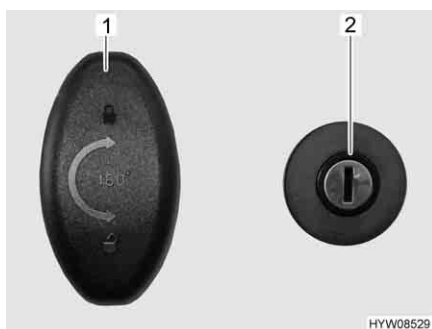

Fig. 50 Serratura della porta (porta del garage)
- Apertura:** ■ Inserire la chiave nel cilindro della serratura (Fig. 50,2) e ruotare in senso orario. La chiusura centralizzata è sbloccata.
- Girare la maniglia della serratura (Fig. 50,1) in senso antiorario di un mezzo giro e aprire la porta del garage.
- Girare la maniglia della serratura (Fig. 50,1) in senso antiorario di un mezzo giro.
- Inserire la chiave nel cilindro della serratura (Fig. 50,2) e ruotare in senso antiorario. La chiusura centralizzata è bloccata.